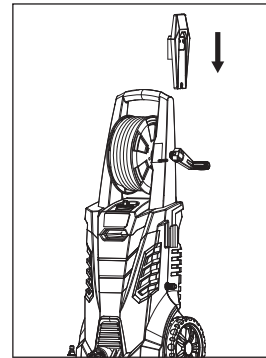

Ilustración 4 - Fije el soporte del cable de alimentación
2. Fije el soporte del cable de alimentación (ver la ilustración 4)